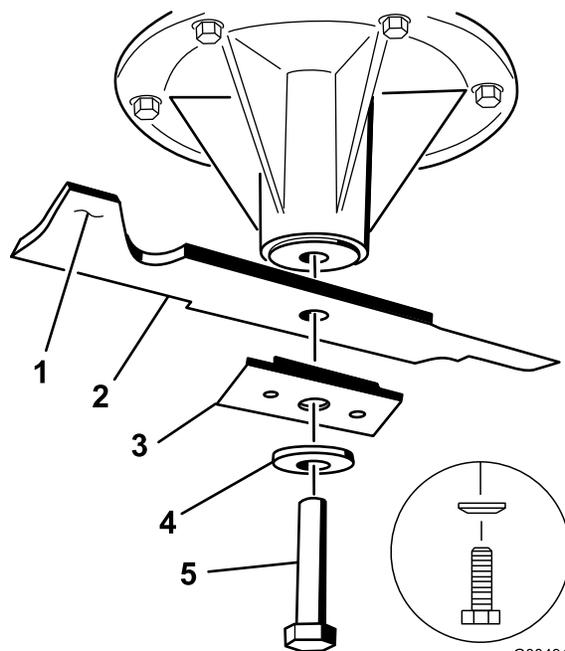

Figura 58
3. En carcasas de corte de 36 pulgadas, retire el perno de la cuchilla, la arandela curva, el refuerzo y la cuchilla del eje (Figura 58).
3. En las carcasas de corte de 36 pulgadas, instale la cuchilla, el refuerzo, la arandela curva y el perno de la cuchilla (Figura 58).